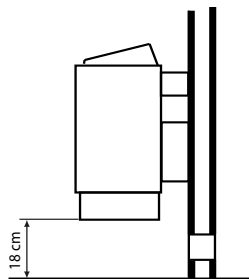

Рис. 6
4. Печь повесить на стену. (рис. 6).